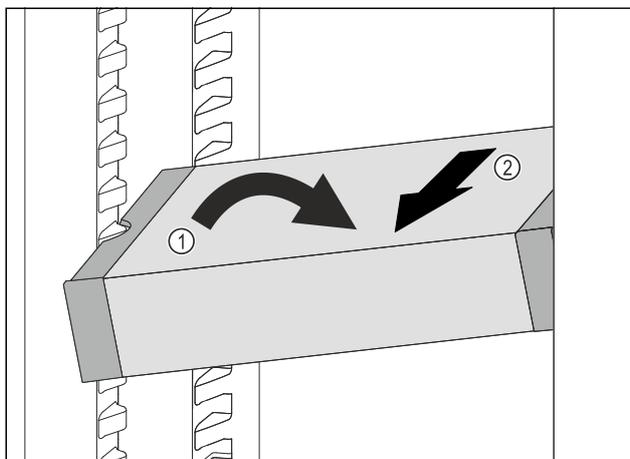

Fig. 92
- ▶ VarioSafe im Kühlteil schräg stellen. Fig. 92 (1)
- ▶ VarioSafe nach vorne entnehmen. Fig. 92 (2)